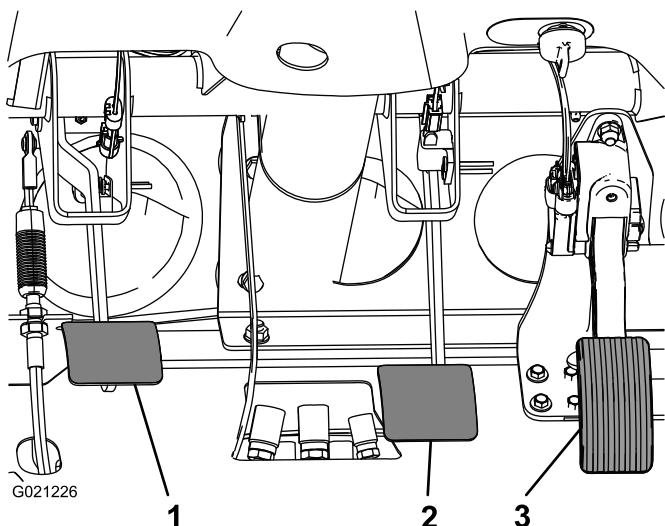

図 67
- ブレーキペダル図 67を持ち上げてフレームに接触させる。
- ヨークをマスター・シリンダ・シャフトに固定しているジャムナットをゆるめる図 67。